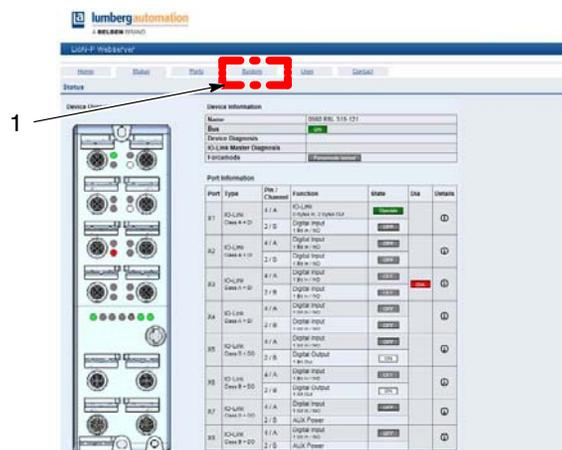

Figure 10 Page Lumberg Automation
1. Régler les commutateurs DIP rotatifs du module de communication (3) sur 0-0-0.
2. Raccorder un câble Ethernet de programmation de l'ordinateur portable au port de communication X02 (4) de la pompe dont l'adresse IP doit être définie/réinitialisée.
3. Raccorder le câble d'alimentation du contrôleur X03 au port de communication (1).
4. Raccorder le câble de communication Ethernet du contrôleur au port de communication X01 (2), ne pas encore brancher le contrôleur.
6. Configurer l'ordinateur portable pour qu'il se trouve sur le même réseau que le module de communication qui figure dans la liste sur l'étiquette située sous le bloc d'extension. Régler les commutateurs DIP rotatifs du (10) sur 0-0-3 pour régler l'adresse IP à « 192.168.1.3 ».
8. Ouvrir un navigateur Web sur l'ordinateur portable, taper « 192.168.1.3 » dans la barre d'adresse et appuyer sur *Entrée* pour afficher la page *Lumberg Automation™*. Cliquer sur l'onglet *SYSTEM (1 – Système)*. Voir la Figure 10.